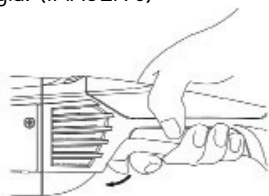

IMAGEN 6
10.1. Certifíquese de que la máquina esté apagada y que el interruptor pueda ser re-inicializado libremente antes de ser conectado a la energía. (IMAGEN 6)